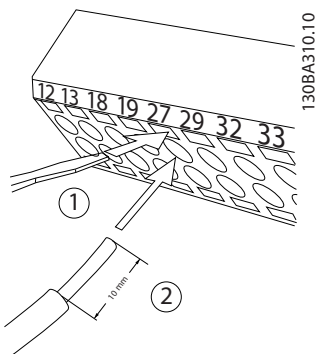

Ilustración 2.13 Conexión del cableado de control
1. Abra el contacto insertando un pequeño destornillador en la ranura situada encima o debajo del contacto, tal y como muestra la *Ilustración 2.13*.